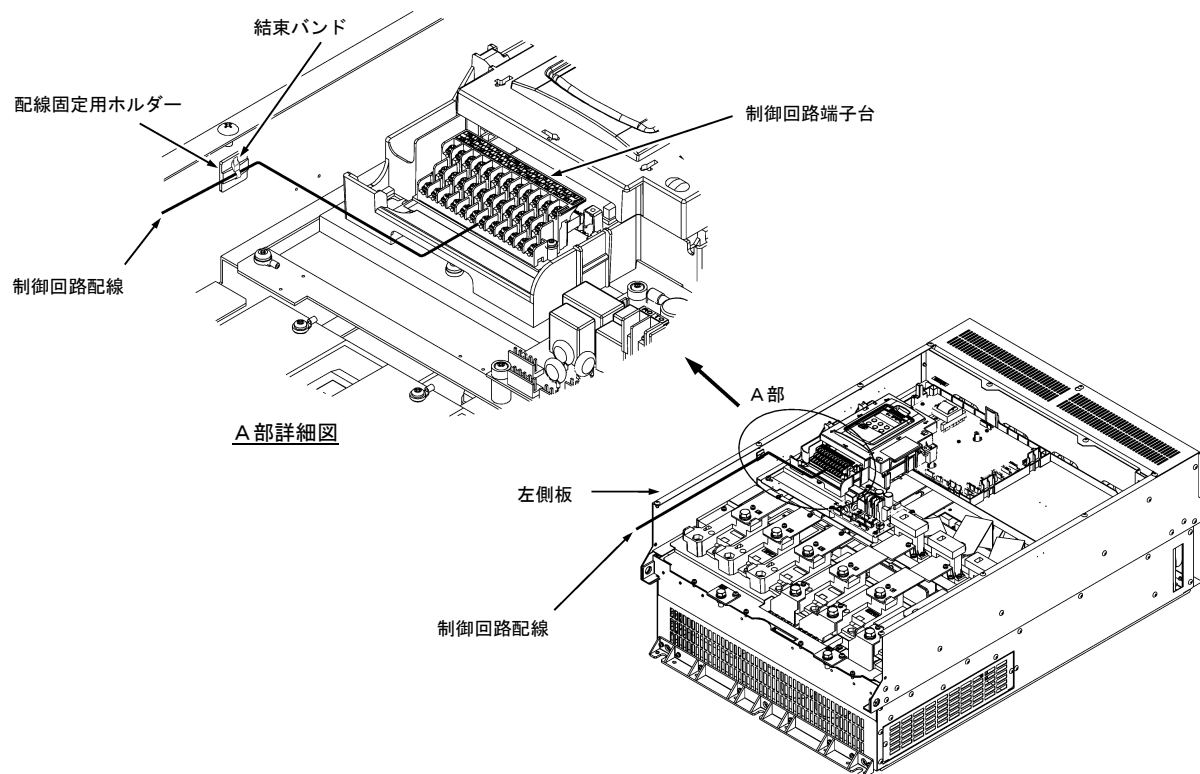

図 2.19 制御回路配線ルートと固定位置
- ① 図 2.19 に示すように、インバータの左側板に沿って引き出してください。
- ② 配線は、結束バンド（インシュロックなど）で、配線固定用ホルダーに固定してください。